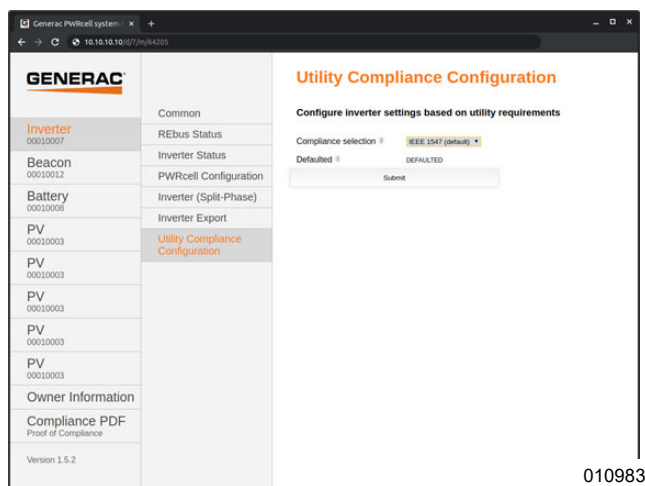

Figura 6-31. Configuración de cumplimiento con la empresa de energía eléctrica
2. Consulte la Figura 6-31 Haga clic en Utility Compliance Configuration (Configuración de cumplimiento con la empresa de energía eléctrica) y seleccione la norma de cumplimiento de energía eléctrica adecuada en el menú en la parte inferior de la página. Haga clic en Submit (Enviar) para aplicar la norma de cumplimiento. Los ajustes ingresados no tendrán efecto hasta que se haya hecho clic en el botón Submit.